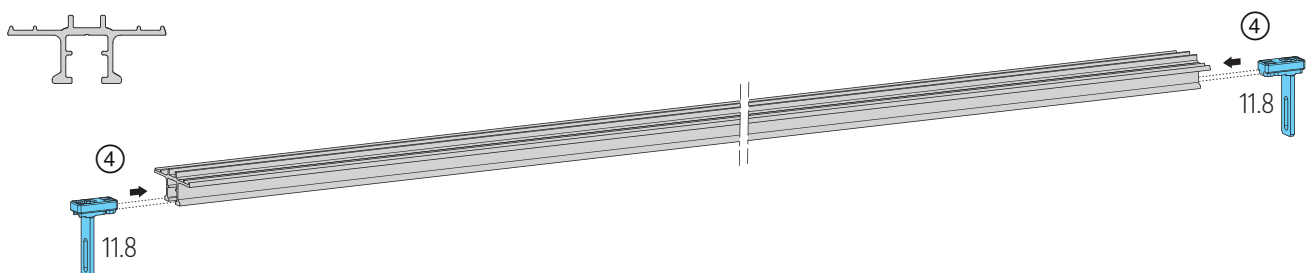

Abb. 55
④ Gleiter 11.8 der Führungen in Führungsschiene einschieben; **Abb. 55**.